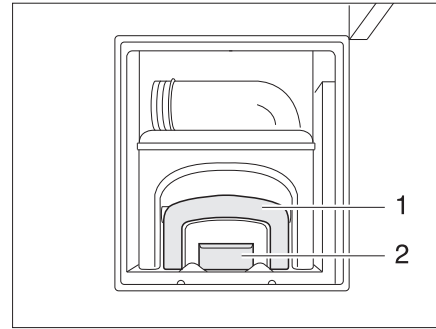

Fig. 263 Accesso serbatoio fecale, aperto
- Azionare lo sblocco (Fig. 263,2) ed estrarre il serbatoio fecale (cassetta) tramite la maniglia (Fig. 263,1).